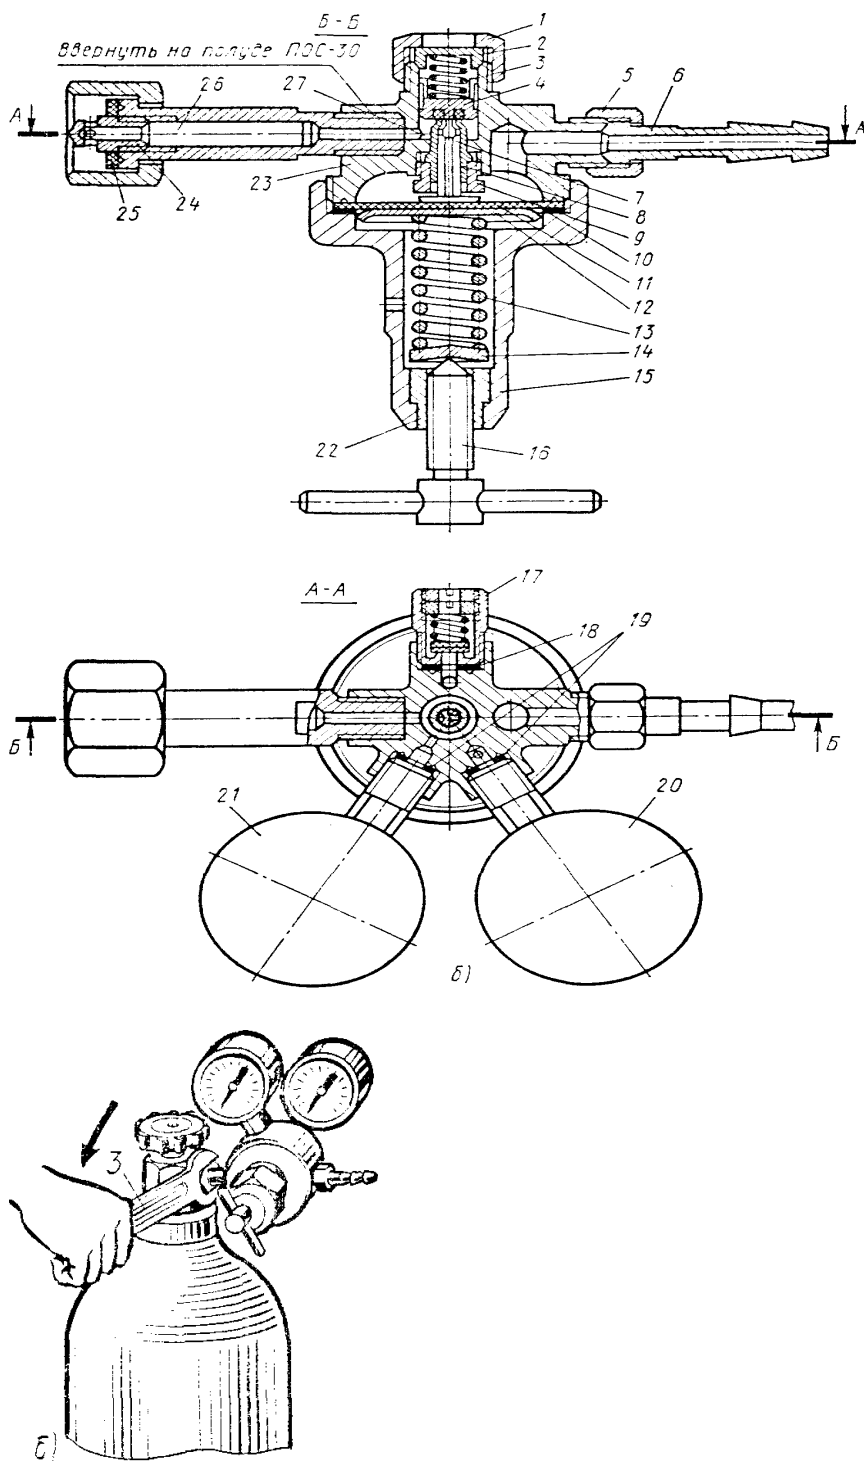

Рис. 9
3.7. Выполнить действия, аналогичные п. 3.2. Однако накладную гайку присоединить к штуцеру баллона путем вращения ее против часовой стрелки (рис. 9, а) и затянуть ключом (рис. 9, б).